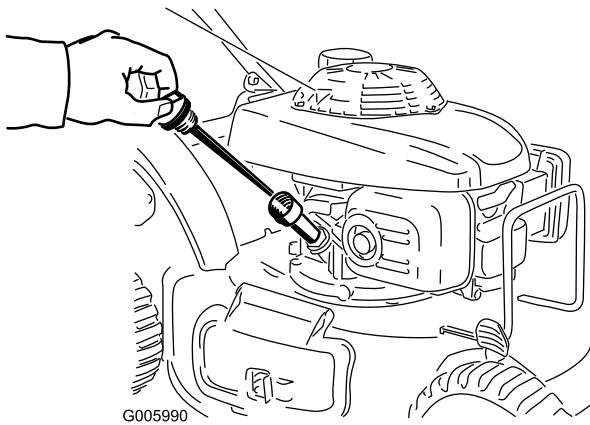

Bild 19
1. Entfernen Sie den Peilstab, wischen ihn ab und stecken ihn in den Ölneinfüllstutzen, **schrauben Sie ihn nicht hinein** (Bild 19).
2. Nehmen Sie den Peilstab heraus und prüfen Sie den Ölstand (Bild 19).
Wenn kein Öl am Peilstab ist, gießen Sie **langsam** Öl in das Einfüllrohr, prüfen Sie den Stand regelmäßig mit dem Peilstab, bis der Peilstab anzeigt, dass der Motor voll ist, wie in Bild 19 dargestellt. **Füllen Sie nicht zu viel ein.** (Max. Füllstand: 0,55 l des Typs: Waschaktives SAE 30-Öl mit der Klassifizierung , SH, SJ, SL oder höher durch das American Petroleum Institute (API).)